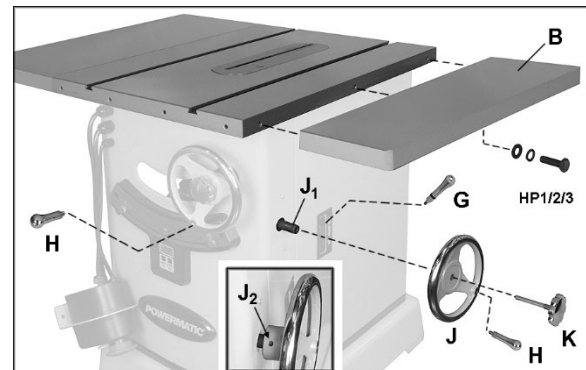

Figure 6-3 : Installer les accessoires
Voir la Figure 6-3.
- Enlevez le ruban adhésif autour de l'arbre pour exposer les filets et la clavette d'arbre (J₁, Figure 6-3).
- Installez le bouton de verrouillage (K, figure 6-3) et les poignées (H). Utilisez la clé sur les poignées à plat pour les serrer contre les volants.